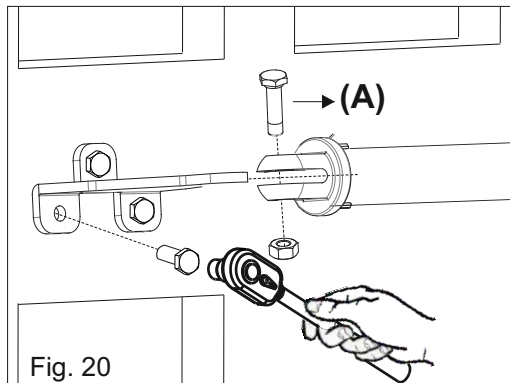

Fig. 20
- 3) Insérer le support dans l'emplacement à l'extrémité de l'opérateur (Fig. 20) et serrer la vis (A) à max 8,5 Nm